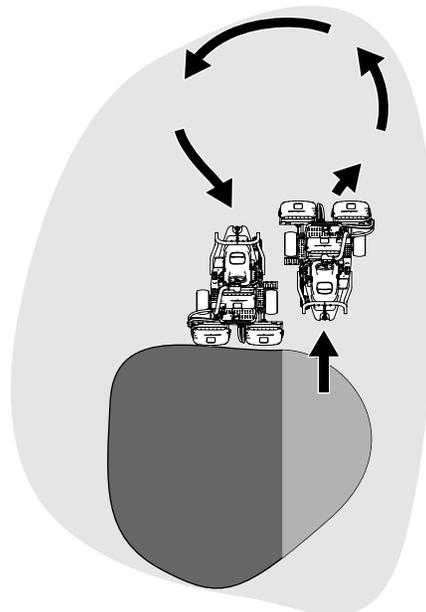

Рисунок 24
6. Чтобы сэкономить рабочее время и облегчить выравнивание для следующего прохода, на короткое время разверните машину в противоположном направлении, а затем направьте ее к нескошенной части. Такое движение машины является поворотом «по каплевидной траектории» (**Рисунок 24**), позволяющим быстро выровнять ее для следующего прохода.